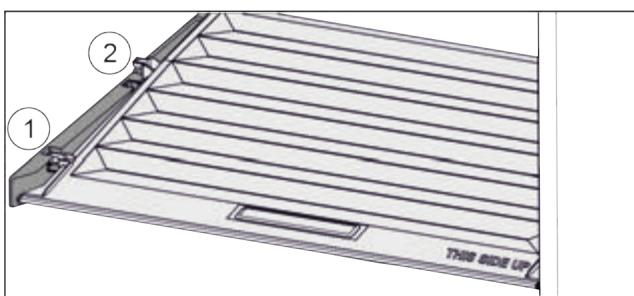

Fig. 109
- Кришку до отвору в деталях для підтримки потягнути вперед Fig. 109 (1).
- Підняти ззаду знизу та вийняти Fig. 109 (2) вгору.